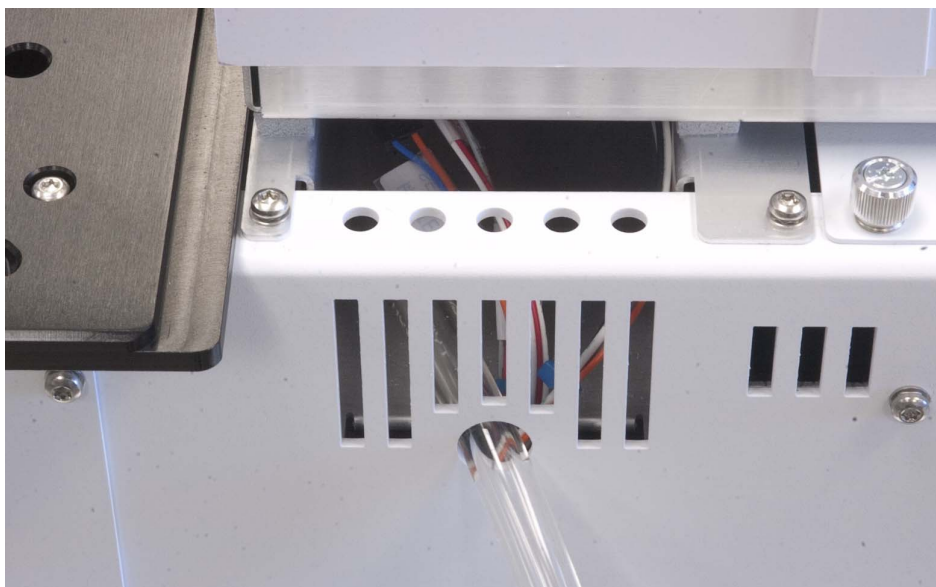

図 56 廃液チューブはシャーシの穴を適切に通じ、ケーブルはメインフレームシャーシの開口部に適切に収納されている
- 41 メインフレーム背面のケーブルと廃液チューブが図 56 のようになっている (突き出したケーブルがなく、チューブがまっすぐでよじれていない) ことを確認します。